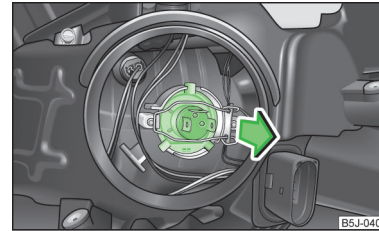

Abb. 158
- Den Stecker an der Glühlampe abziehen, den Sicherungsbügel entriegeln und die Glühlampe herausnehmen » Abb. 158.